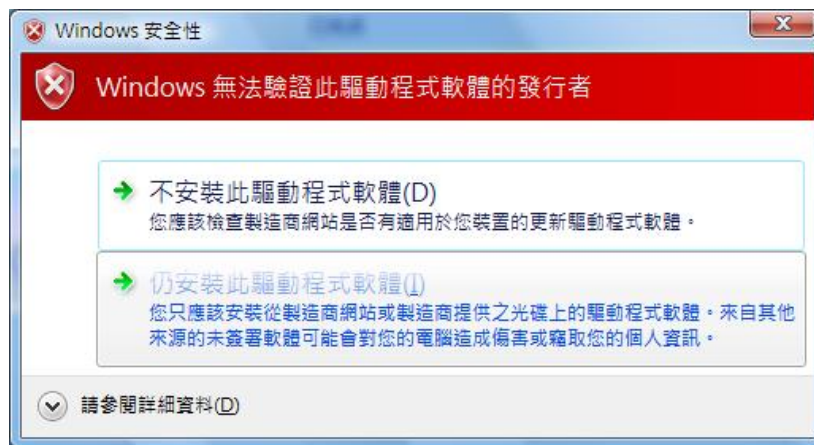

图 3-1-16 验证驱动程序画面
10. 安装时出现验证视窗（图 3-1-16），请选择”仍安装此驱动程序软件”继续安装。如此即完成 Screen Editor 软件安装。